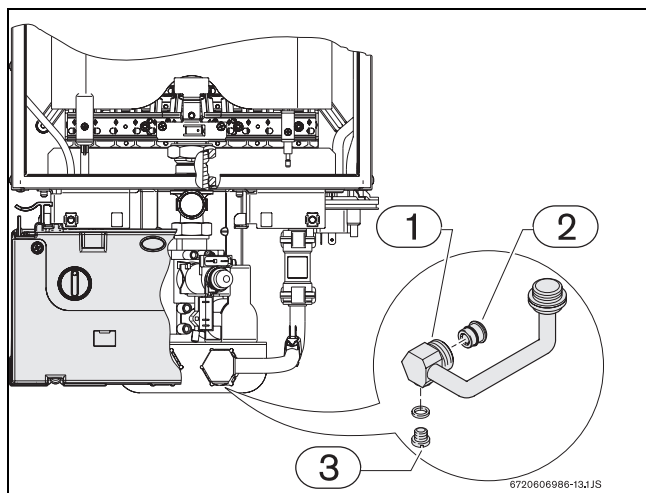

Fig. 9 Vite di scarico e filtro acqua
- ▶ Svitare ed asportare la vite di scarico (→Fig. 9, pos. 3) situata nel tubo d'ingresso dell'acqua fredda.
- ▶ Non installare l'apparecchio in ambienti che presentino rischi in cui la temperatura possa scendere a 0°C. Nel caso, chiudere il rubinetto d'ingresso acqua fredda (→Fig. 2, pos. 230), aprire un rubinetto d'acqua calda, svitare con una chiave di misura corrispondente l'apposita vite (→Fig. 9, pos. 3) e scaricare l'acqua presente nell'apparecchio.